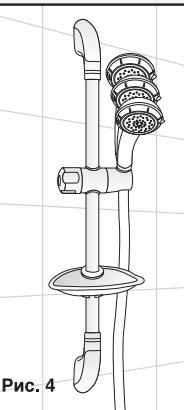

Рис. 4
6. Держатель разбрзгивающей головки (см. Рис.4) может быть установлен на стойке на требуемой высоте поворотом зажимного кольца по часовой стрелке. Выберите высоту установки разбрзгивающей головки и закрепите ее на этой высоте. Угол направления струи регулируется поворотом разбрзгивающей головки в своем держателе.
2. для модели "Optima" и "Platinum Completa" также со стойкой держателя душевой головки (см. рис.4 и 5).